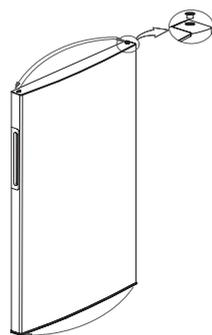

Abb. 7
5. Die untere Hülse samt Stopfen wieder einsetzen (Abb. 7) (Es kann der zusammen mit dem Bedienhandbuch gelieferte neue Stopfen für Hülsen verwendet werden). Die untere Hülse entfernen und auf der linken Seite einsetzen (Abb. 7).